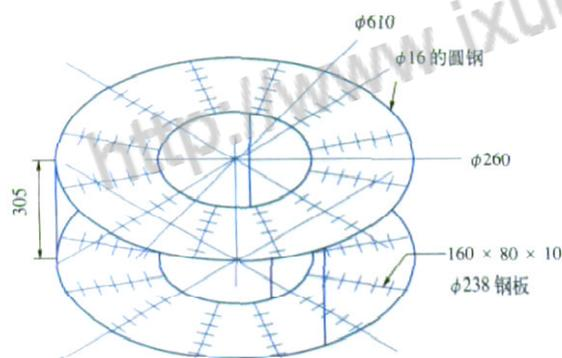

图2 工装设计图
4) 设计、制作工装。因为浸涂管的直径是610 mm，考虑到要方便工人操作，一次装入量要尽可能大，并且考虑到还要提高工装的利用率(工装还要适合同类件使用)等情况，画出的工装设计图如图2所示。每个工装一次性能挂360个PE0966弹簧。通过可行性论证后，按照图样焊制了工装，如图3所示。